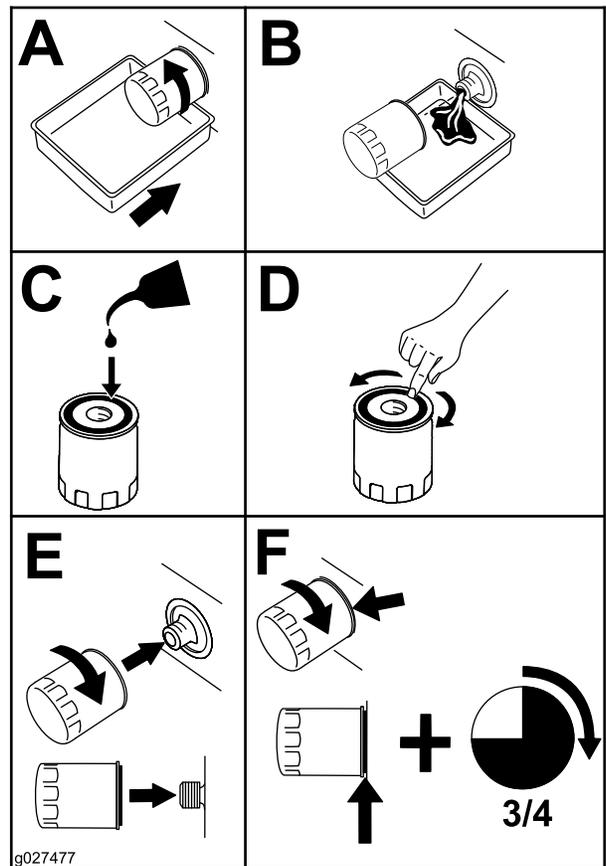

Figura 34
- Sustituya el filtro de aceite del motor (Figura 34).